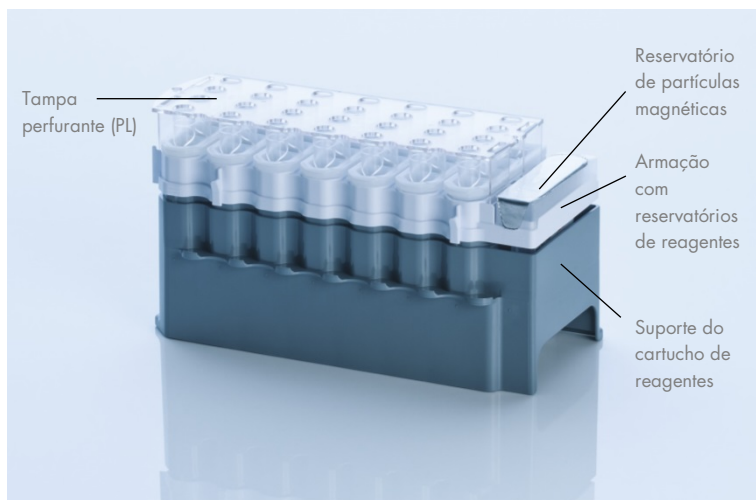

Figura 2. Cartucho de reagentes do QIAasympphony. O cartucho de reagentes contém todos os reagentes necessários para a execução do protocolo.
Os reagentes para a purificação de DNA estão contidos em um inovador cartucho de reagentes (Figura 2, na página 18). Cada reservatório do cartucho de reagentes contém um determinado reagente, como partículas magnéticas, tampão de ligação, tampão de lavagem ou tampão de eluição. Os cartuchos de reagentes parcialmente usados podem ser fechados com tiras de vedação reutilizáveis para serem usados posteriormente, o que evita a criação de resíduos devido a restos de reagentes no fim do procedimento de purificação.
Coloque o cartucho de reagentes no suporte do cartucho de reagentes. Antes de usar um cartucho de reagentes pela primeira vez, coloque a tampa perfurante (PL) no topo do cartucho de reagentes (Figura 2, acima).